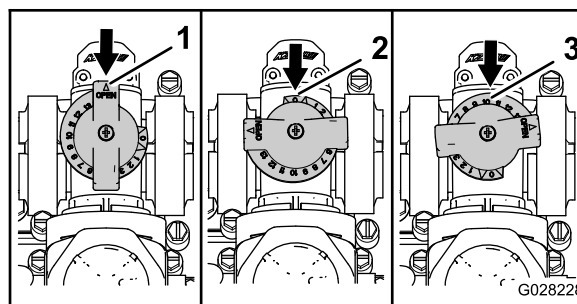

Рисунок 49
- Перепускной клапан перемешивания находится в полностью ОТКРЫТОМ положении, как показано на виде А на Рисунок 49.
- Перепускной клапан перемешивания находится в ЗАКРЫТОМ (0) положении, как показано на виде В на Рисунок 49.
опрыскивания), как показано на виде С на Рисунок 49.